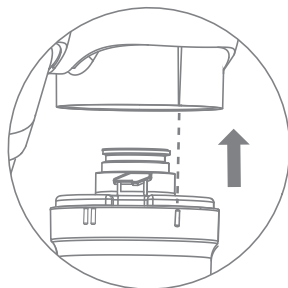

Рис. 6
3. Совместите центральный указатель (А) на скобе фильтра и метку «I» (Б) на картридже (рис. 6).